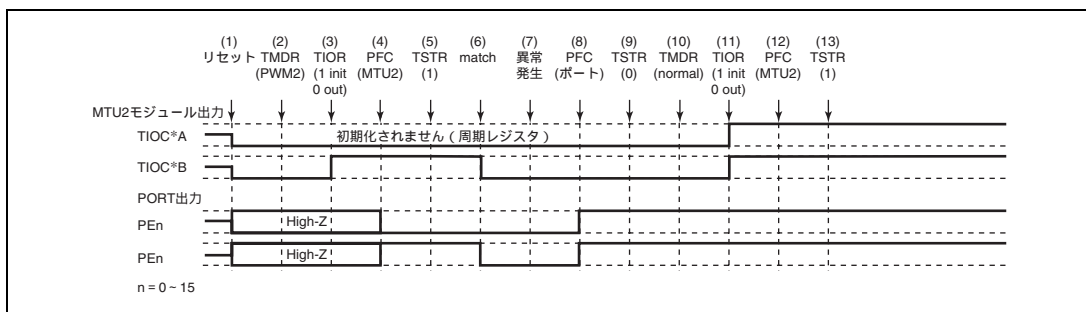

図 11.127 PWM モード 2 で異常が発生し、ノーマルモードで復帰する場合
PWM モード 2 で異常が発生し、再設定後ノーマルモードで再スタートする場合の説明図を図 11.127 に示します。
(1) ~ (9) は図 11.127 と共通です。
(10) PWM モード 1 を設定します。
(11) TIOR で端子を初期化してください (PWM モード 1 では TIOC*B 側は初期化されません)。
(12) 汎用入出力ポートで本モジュール出力としてください。
(13) TSTR で再スタートします。
(15) PWM モード 2 で動作中に異常が発生し、PWM モード 2 で再スタートする場合の動作
(10) PWM モード 2 で再スタートする場合には必要ありません。
(11) TIOR で端子を初期化してください (PWM モード 2 では周期レジスタの端子は初期化されません)。
(16) PWM モード 2 で動作中に異常が発生し、位相計数モードで再スタートする場合の動作
- (1) ~ (9) は図 11.127 と共通です。
- (10) 位相計数モードを設定します。
- (11) TIOR で端子を初期化してください。
- (12) 汎用入力ポートで本モジュール出力としてください。
- (13) TSTR で再スタートします。
(17) 位相計数モードで動作中に異常が発生し、ノーマルモードで再スタートする場合の動作